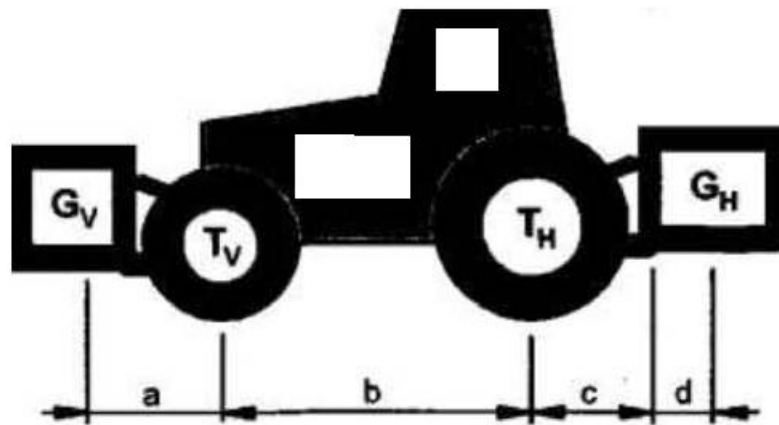

Рисунок 5.7
**Определение общего веса, нагрузок на оси и максимально допустимой нагрузки на шины, а также необходимого минимального балласта** (смотреть рисунок 5.7).